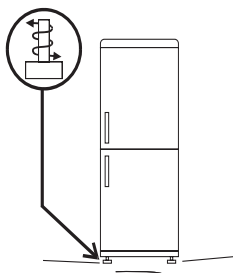

Fig.3
**3** Regolare i piedini per assicurare la stabilità dell'apparecchio ed evitare vibrazioni e rumori (fig.3). Se la parte anteriore è più alta del retro, la porta può essere chiusa più facilmente.